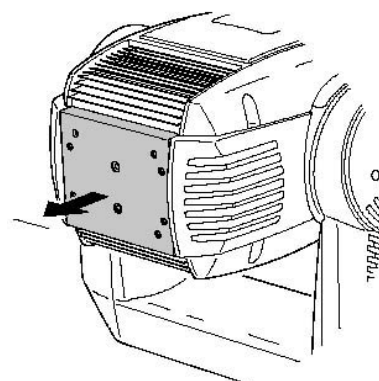

Рисунок 4: охват лампы
2. См. рисунок 4: ослабьте 4 четверть поворотных зажима, отмеченных стрелками на задней крышке. Извлеките узел лампы, на сколько это будет возможно, оставив его в таком положении.